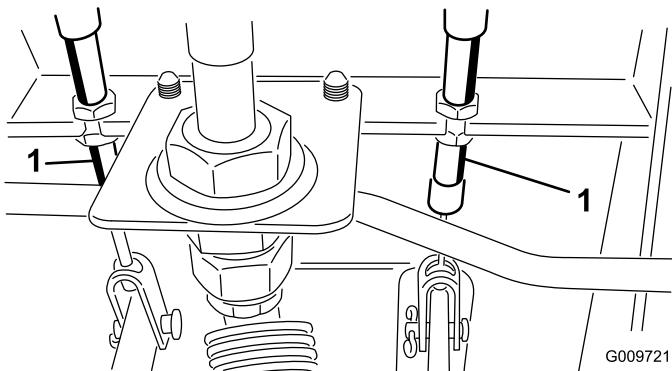

Figura 52
- Afloje la tuerca delantera del extremo roscado del cable de freno (Figura 52).